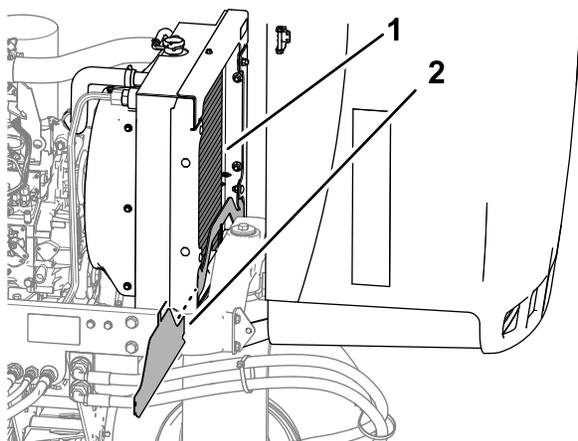

図 78
4. 下側ラジエターシールドを外す **図 78**。
5. ラジエターの裏表を、水または圧縮空気で丁寧に清掃する **図 78**。